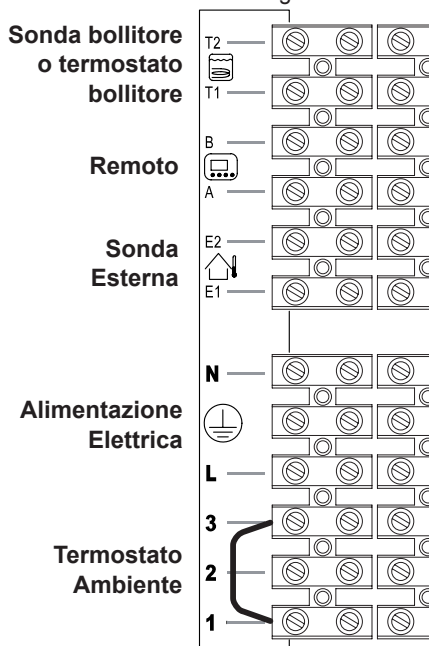

Figura 5.37
- Collegare ai morsetti **T1** e **T2** della morsettiere i due conduttori elettrici come indicato in Figura 5.37.
Per il collegamento della sonda esterna servirsi dei morsetti indicati in Figura 5.37.
Per il collegamento del remoto servirsi dei morsetti indicati in Figura 5.37.
Il ponticello elettrico collegato nella morsetteria termostato ambiente tra i morsetti "1 e 3" non va rimosso Figura 5.37.